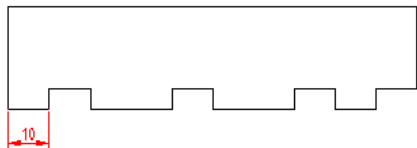

图 5-34 “连续标注”原始图形
(1) 打开随书光盘“CH5”文件夹中的“连续标注.dwg”文件, 存在的图形如图 5-34 所示。